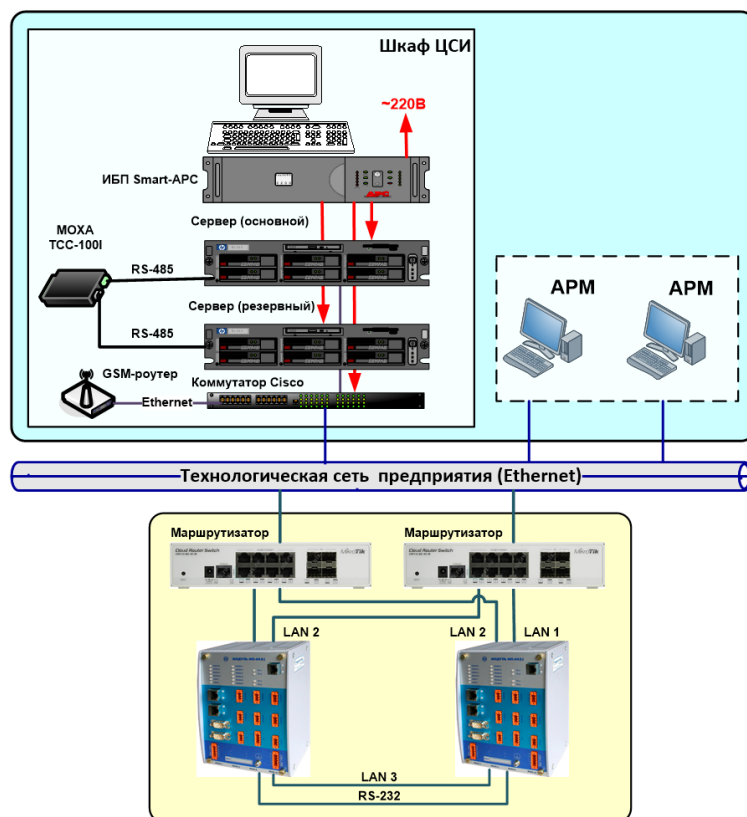

Рисунок 46
- схема для обеспечения «горячего резервирования» – рисунок 46;